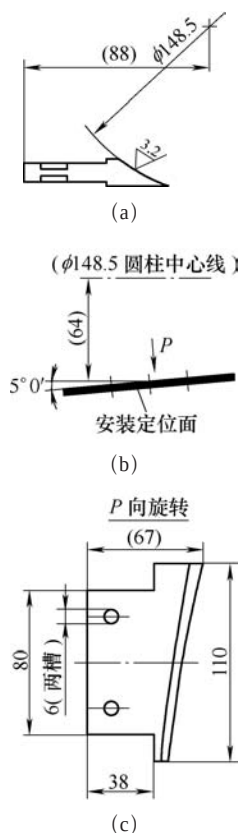

图1 铲刀结构示意图
从图1可以看出， $\phi 148.5\text{mm}$
(1) 图样分析。图样要求在曲轴安装面上加工 $M36 \times 3-6H$ 、钻深65mm、攻深50mm的螺纹孔,并在孔口倒夹角为 90° 的角,要求螺纹孔的中心线与安装面的垂直度在0.002mm以内,加工 $\phi 25^{+0.021}_0$ mm的销子孔,销子孔钻深22mm、镗深20mm,要求销子孔的中心线与安装面的垂直度在0.000 1mm以内,其安装面上的孔与平衡块上的孔是通过定位销和螺栓联接相互配合装配的,某曲轴安装面孔的结构尺寸如图1所示。
(2) 工艺方案的选择。通过对图样所要求加工的部位进行分析,可选择两种加工方法:①在车铣中心上加工安装面上所有的孔,需要 $\phi 24$ mm和 $\phi 33$ mm潜孔钻、 $\phi 25$ mm镗刀和 $M36 \times 3$ mm的螺纹铣刀,投入刀具费用高。②在车铣中心上加工出中间的定位销孔,再借用安装面钻模,在曲轴上采用六点定位原理,用普通的Z35钻床加工安装面上的螺纹孔,需要的刀具具有普通的 $\phi 32.5$ mm麻花钻、 $\phi 32.9$ mm